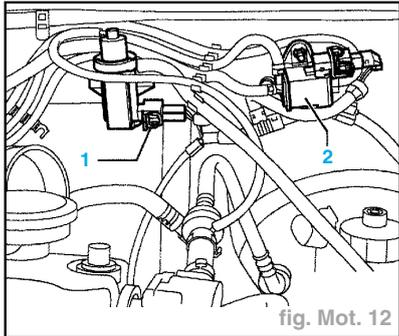

fig. Mot. 12
- Débrancher la fiche (1) sur la soupape de recyclage des gaz d'échappement (N18) (fig. Mot. 12).